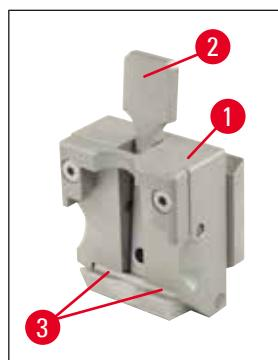

图41
- 样品夹锁杆的柄 (→ 图 41-3) (参见 (→ 图 41))。